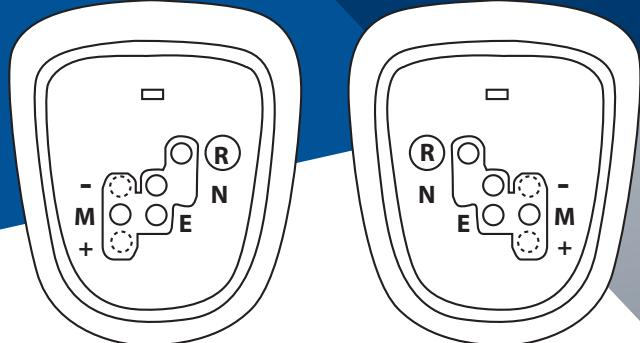

Fig. 1
Il cambio Multi-Mode Transmission, o MMT, è un tipo di cambio manuale sequenziale commercializzato da Toyota. Il modo più ovvio per identificare se un'auto è dotata di MMT, è che il selettori del cambio non avrà posizione di parcheggio (P), come in fig.1.